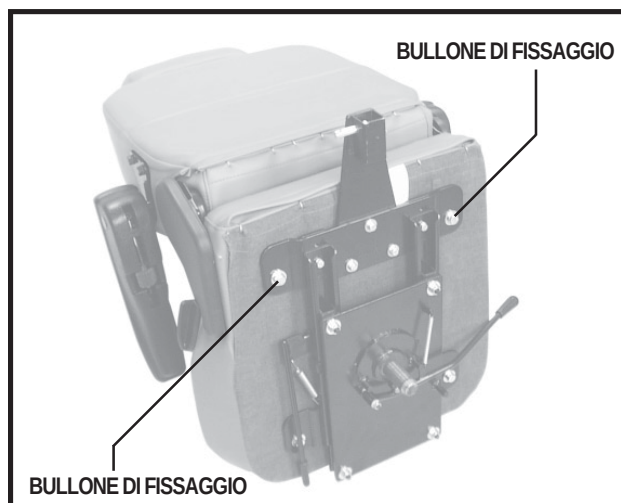

Figura 16. Montaggio cinture di sicurezza
2. Posizionare la seduta a testa in giù per poter lavorare sulla base della seduta. Vedere figura 16.